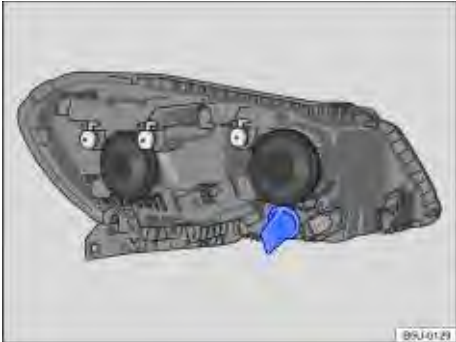
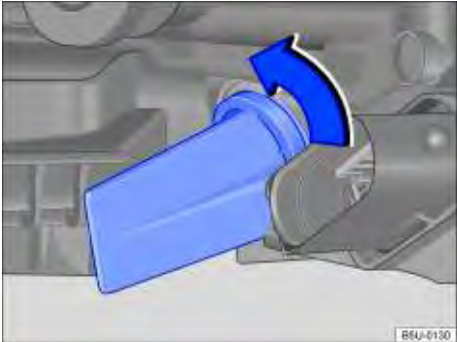

Fig. 180 No compartimento do motor: localização da lâmpada incandescente do indicador de direção dianteiro.
Fig. 181 Soquete da lâmpada incandescente do indicador de direção dianteiro.
3.	Girar o soquete da lâmpada ⇒ Fig. 180, no sentido da seta ⇒ Fig. 181, e desencaixá-lo do alojamento.
8.	Pressionar o soquete até o batente e girar no sentido contrário ao da seta ⇒ Fig. 181.